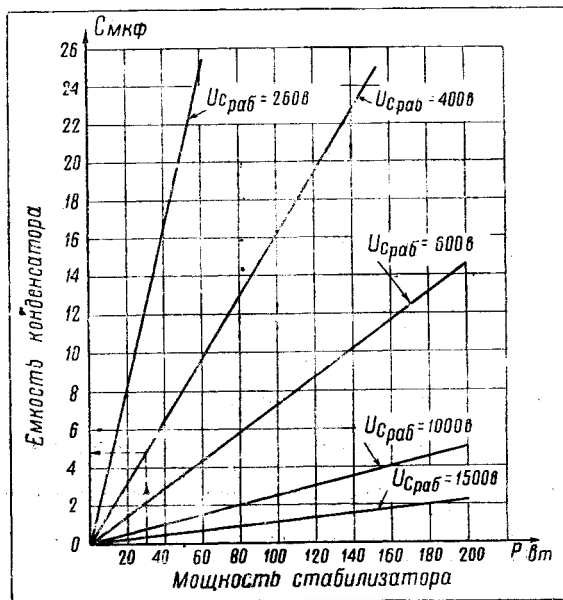
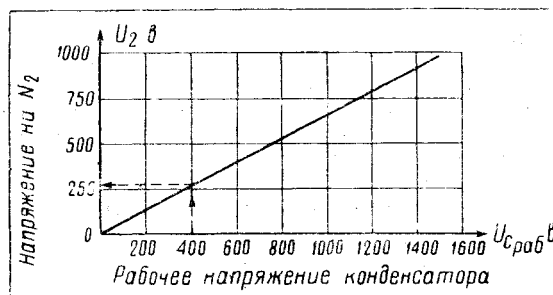
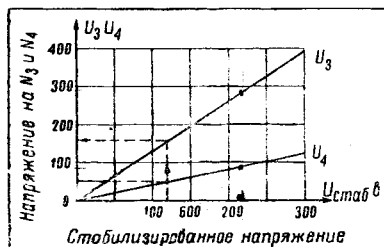

Рис. 4
Рис. 5
Рис. 6
Емкость конденсатора определяется по графику рис. 4, а напряжение на обмотке N_2 — по графику рис. 5.
4. Из кривых рис. 6 по напряжению на нагрузке определяем напряжение на обмотках N_3 и N_4 .
По графику рис. 4 определяем емкость конденсаторов для рабочего напряжения 400 в:
Затем определяем напряжение на всех обмотках: $U_1 = 120 \text{ в}$, из графика рис. 6 $U_2 = 260 \text{ в}$, из графика рис. 5 $U_3 = 160 \text{ в}$, $U_4 = 48 \text{ в}$.